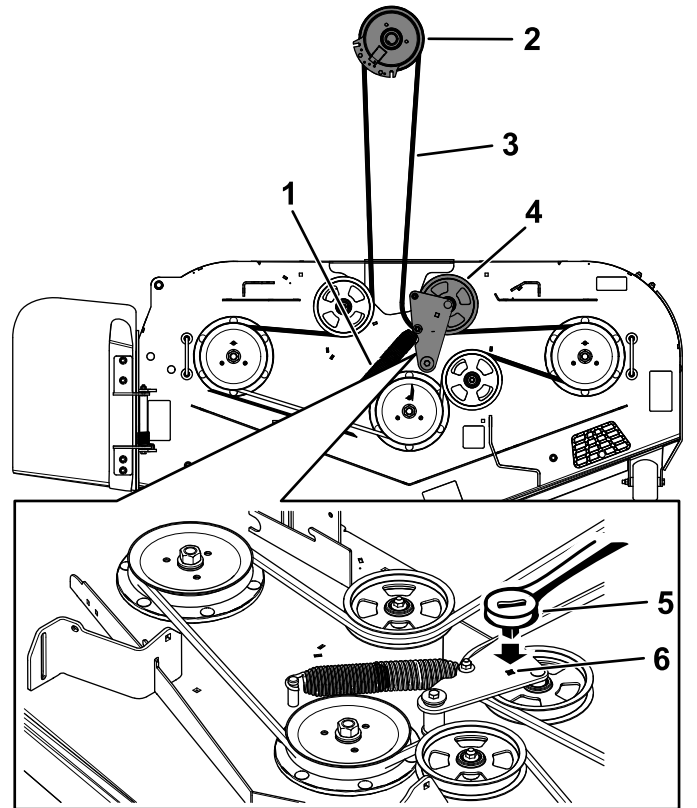

Рисунок 58
8. Вставьте ключ с храповым механизмом на $\frac{3}{8}$ дюйма в квадратное отверстие в рычаге натяжного ролика, чтобы снять натяжение с пружины натяжного ролика (Рисунок 58).
10. Снимите направляющую ремня с подпружиненного рычага натяжного ролика (Рисунок 58).
12. Проложите новый ремень вокруг шкивов газонокосилки и шкива муфты под двигателем (Рисунок 58).
13. Установите направляющую ремня на рычаг натяжного ролика (Рисунок 58).
14. Вставив ключ на $\frac{3}{8}$ дюйма с храповым механизмом в квадратное отверстие, установите пружину натяжного ролика (Рисунок 58).